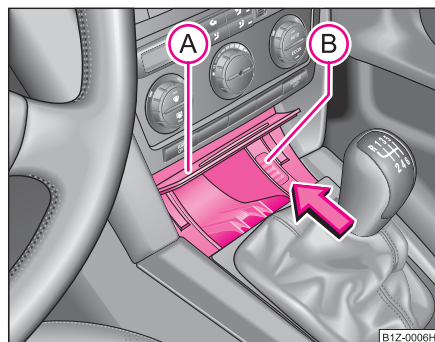

Fig. 94 Consola central: Cenicero delantero
- Presione la parte inferior de la tapa del cenicero, vea la posición (A) ⇒ fig. 94.